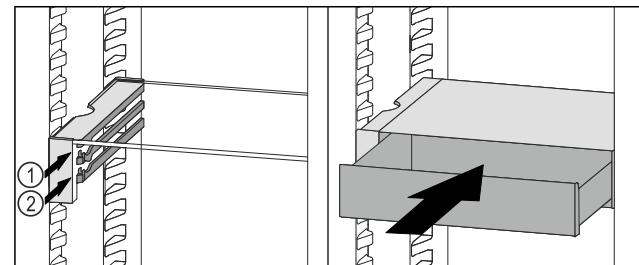

Fig. 113
- Predal VarioSafe namestite za zaustavljalnimi elementi na želeni nastavek Fig. 113 (1) ali Fig. 113 (2).